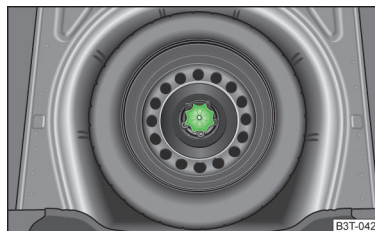

Fig. 176
Roata de rezervă este situată într-un locaș aflat sub podeaua portbagajului și este fixată cu o piuliță specială » fig. 176.
- Deșurubați piulița » fig. 176 rotind în sens antiorar.
- Înșurubați piulița » fig. 176, rotind în sens orar, până când roata este bine fixată.